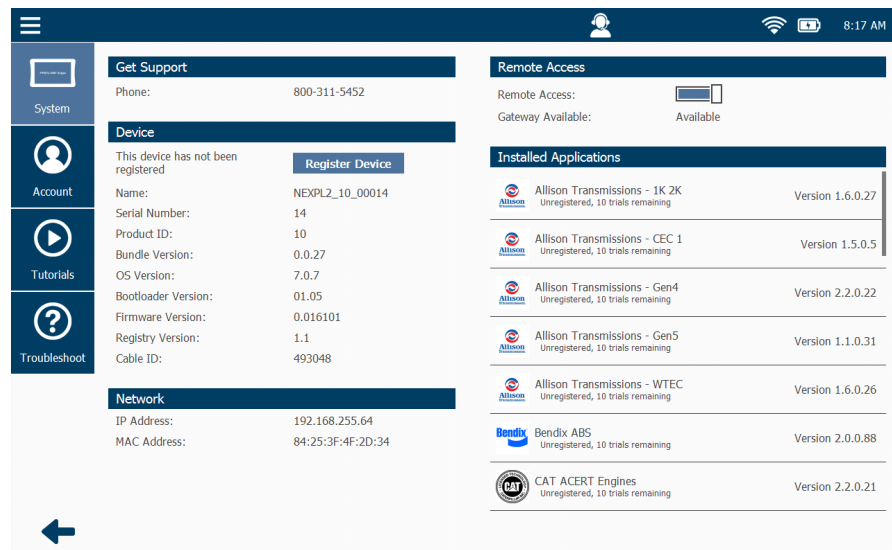

Figure 8.2 Menu Support montrant le système affiché par défaut
Le numéro de téléphone du support technique se trouve en haut à gauche de l'écran (voir Figure 8.2).
- 1 Touchez le bouton **Register Device** (enregistrer l'appareil) dans la partie Device (appareil) de l'écran voir (Figure 8.2).
Le menu **Support** s'affiche (Figure 8.2).
Les informations suivantes sont affichées dans la section Network (réseau) de l'écran (voir Figure 8.2) :
- 1 Touchez le curseur **Remote Access** (accès à distance) en haut à droite de l'écran (voir Figure 8.2).
La partie Installed Applications de l'écran affiche une liste des applications installées dans l'appareil (voir Figure 8.2). Touchez l'écran pour faire défiler la liste. Une note indiquant le statut d'enregistrement de chaque application est incluse dans la liste (par exemple, **Unregistered, 10 trials remaining** [non enregistrée, 10 essais gratuits restants]).
Lorsque vous sélectionnez Account (compte) dans le menu Support (Figure 8.2), l'écran de connexion au compte apparaît. À partir de cet écran, vous pouvez accéder et mettre à jour vos données de compte (par ex., nom d'utilisateur, nom de l'entreprise, adresse, etc.)